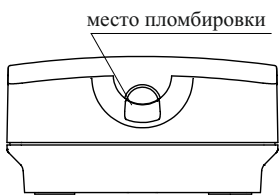

Рисунок 4
6.13 Конструкция ИПР предусматривает возможность его пломбирования (Рисунок 4) любым пластичным, легко разрушаемым материалом. Место пломбирования указано на рисунке 4.